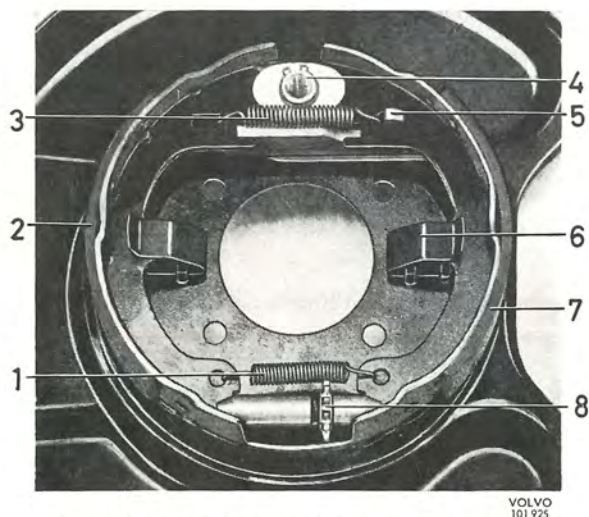

Bild 110. Parkeringsbroms, tid. utf. (vänster)
4. Montera justeranordningen. Den kortare hylsan skall vändas framåt på höger sida och bakåt på vänster, jämför bild 110 resp. 111. Haka på retur fjädrar.